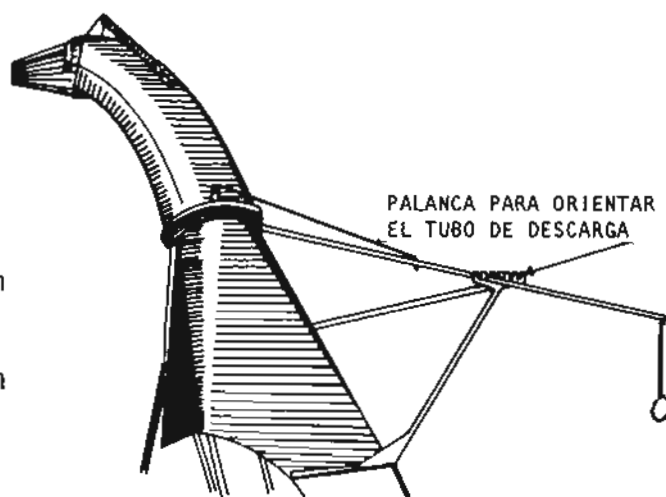

Fig. 3
- c Gradúe la dirección del tubo de descarga (fig. 3) e inclinación del deflector.